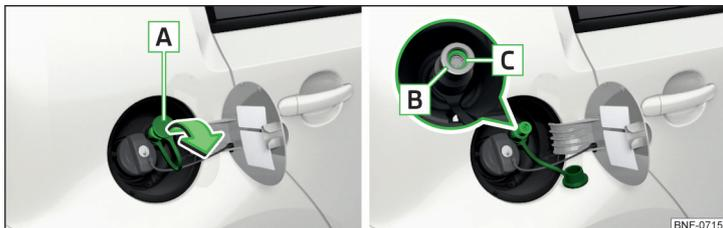

Abb. 134 Erdgaseinfüllstutzen
- › Die Kappe **A** » Abb. 134 in Pfeilrichtung abnehmen und die Füllkupplung der Betankungsanlage auf den Einfüllstutzen **B** stecken.
- › Prüfen, ob der Dichtring **C** » Abb. 134 im Einfüllstutzen **B** stecken blieb. Ist der Dichtring auf die Füllkupplung gerutscht, dann ist dieser wieder in den Einfüllstutzen einzusetzen.